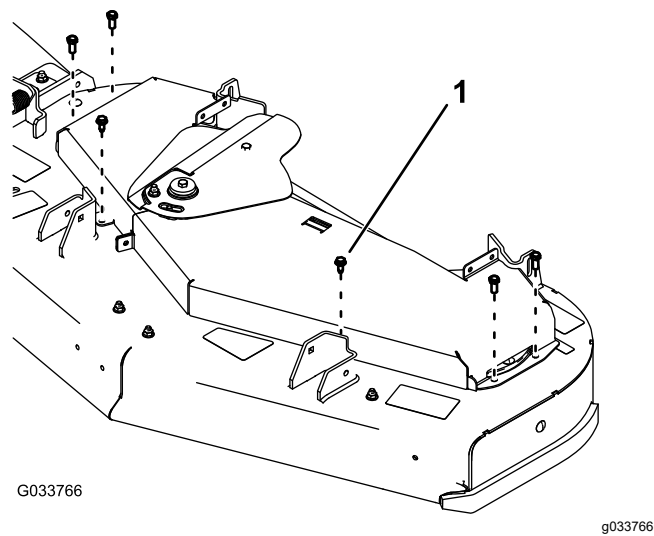

Bild 71
7. Entfernen Sie die sechs Schrauben, die die Riemenabdeckungen mit dem Mähwerk verbinden und schieben Sie die Riemenabdeckungen unter der Abdeckung der Spannscheibe heraus (Bild 71).
10. Befestigen Sie die Riemenabdeckungen mit sechs Schrauben (Bild 71).